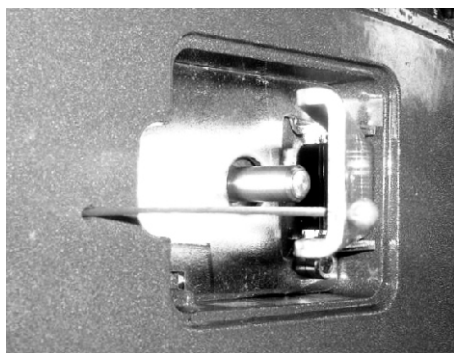

Fig.3/Abb3
- 5) Faire passer la corde d'acier à travers le levier de débrayage et le trou fig.3. L'extrémité plus grosse de la corde d'acier doit rester à l'intérieur du bloc moteur.
- 5) Haga pasar el cable de acero a través de la palanca de desbloqueo y del agujero fig.3/Abb.3. La cabeza más gruesa del cable de acero deberá quedar en el interior del bloque motor.